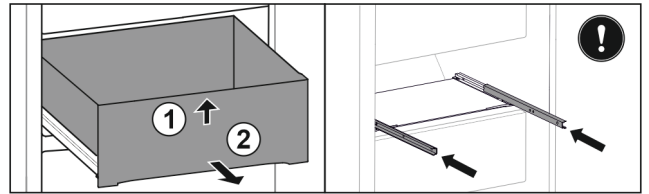

Fig. 53
- ▶ Ridicați sertarul în față. Fig. 53 (1)
- ▶ Extrageți sertarul spre înainte. Fig. 53 (2)